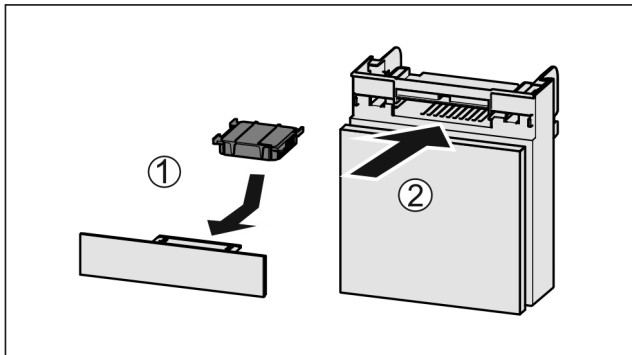

Fig. 156
- ▶ Aktivkohlefilter nach Abbildung einsetzen Fig. 156 (1).
- ▶ Fach einschieben Fig. 156 (2).